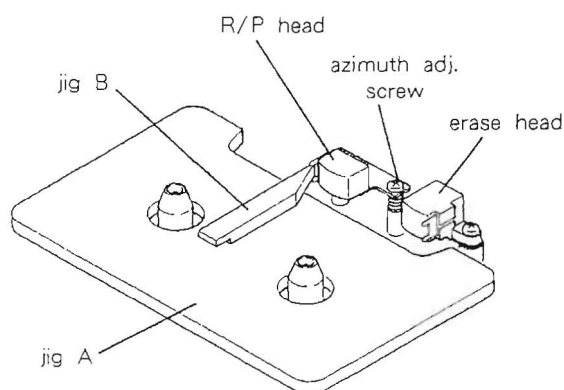

Fig. 2-7
- 1). Set jig A as shown in Fig. 2-7, then set the deck to PLAY mode.
- 5). Play back the 10 kHz signal on test tape MTT-256, then adjust the azimuth adjustment screw (Fig. 2-7) so that the phase difference between the L and R channels is  $0^\circ$ .
- 1). 図2-7のように治具Aをセットし、PLAYモードにする。
- 5). テスト・テープ MTT-256の10kHzを再生して、LchとRchの位相差が $0^\circ$ になるようにアジマス調整ネジ(図2-7)で調整する。